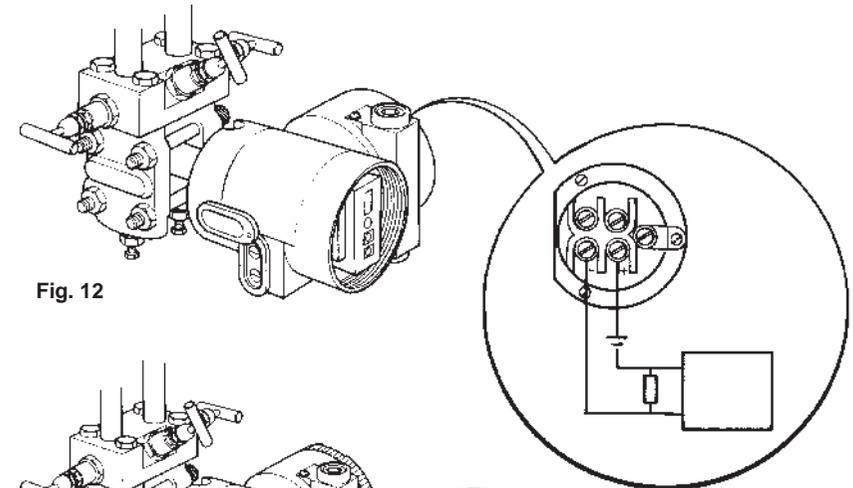
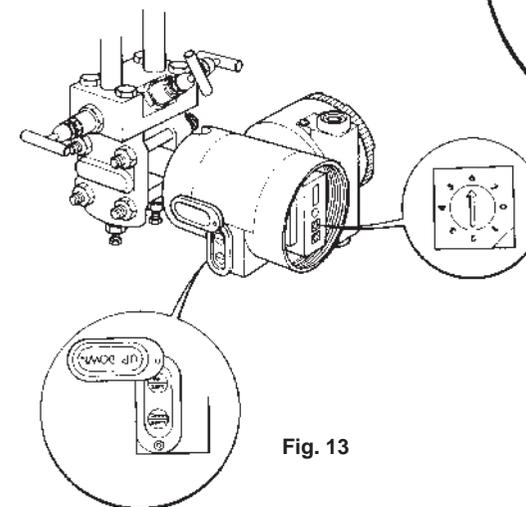

Fig. 12
Fig. 13
4. Utilizando um miliamperímetro, verifique se a saída do transmissor marca 4.00mA através dos terminais CK+ e CK- como mostrado na Fig. 12. Posicione a chave na posição 6 e usando as teclas 'up' e 'down', ajuste a saída até esta marcar exatamente 4.00mA. (As teclas estão abaixo da tampa azul do M610 DP) Fig.13.